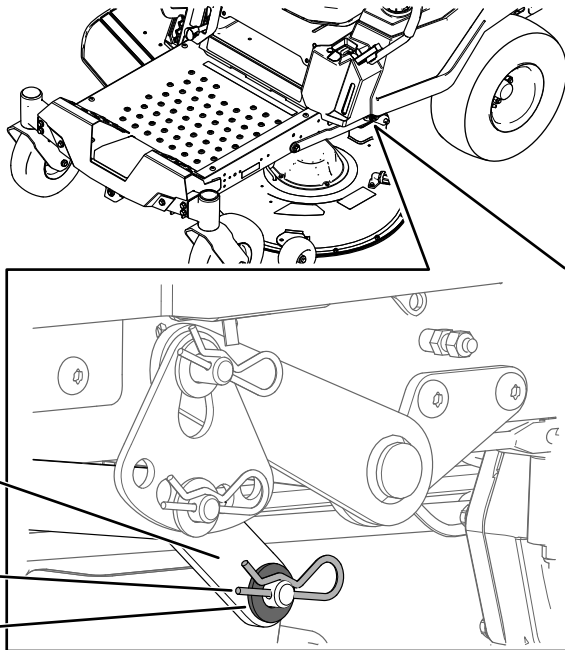

**Figura 64**
4. Retire la chaveta de la varilla de soporte delantera y retire la varilla del soporte de la carcasa (Figura 64).
8. Conecte la varilla de soporte delantera a la carcasa de corte con el pasador y la chaveta (Figura 64).